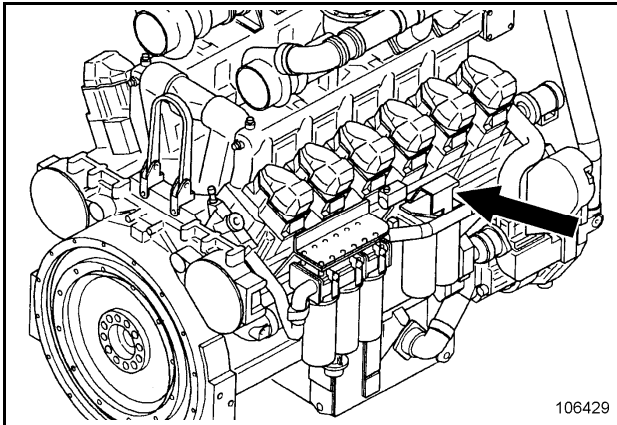

Fig. 3-33:
- Conectar la bomba de prebombeo de combustible por medio del interruptor basculante (flecha, Fig. 3-33:). Los filtros de combustible se llenan de combustible, el aire sale por la tubería de retorno al depósito.